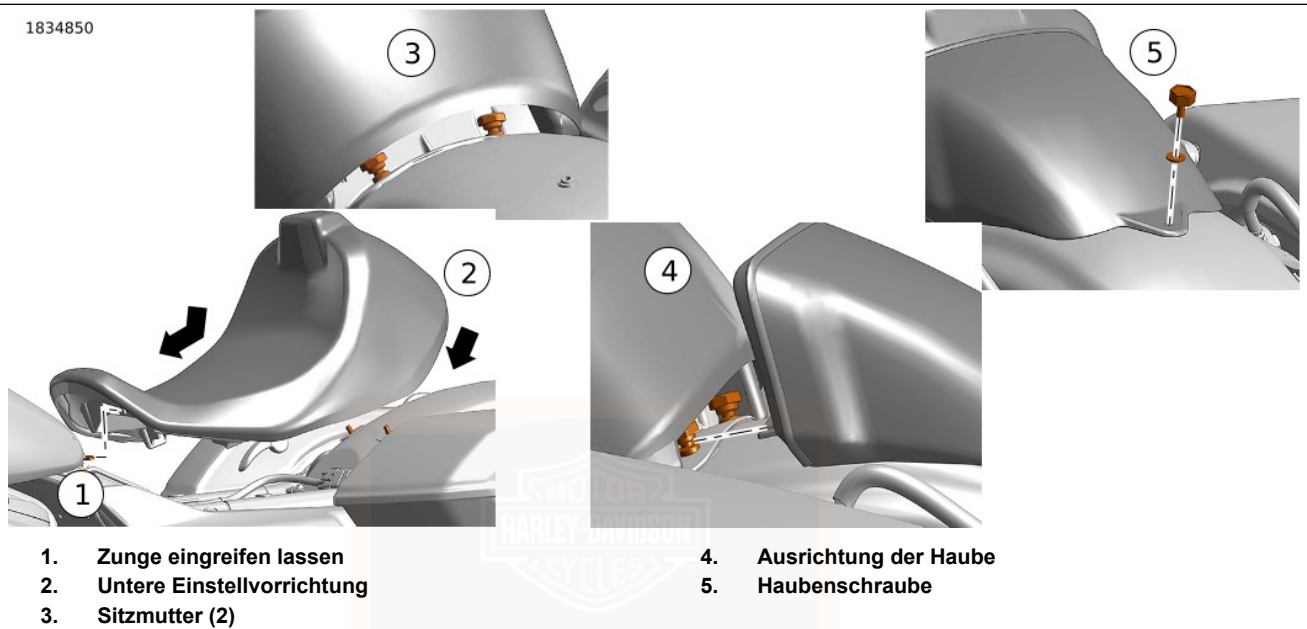

Abbildung 119. Sitz und Haube
1. Siehe Abbildung 119. Den Sitz nach vorne schieben, bis die Zunge am Rahmen in den Schlitz im Sitz (1) einrastet. Den hinteren Teil des Sitzes auf die Sitzbefestigungsbolzen (2) absenken.
2. Die Sitzmutter (3) einbauen. Festziehen. 0,9–1,7 N·m (8,0–15,0 **in-lbs**)